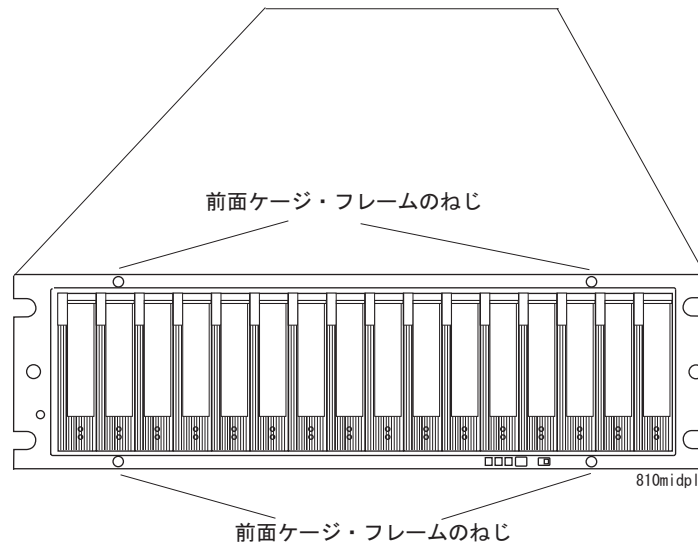

図 88. 前面ケージ・フレームねじ位置
9. #1 プラスねじ回しを使用して、183 ページの図 88 に示すように、ミッドプレーンの前面ケーシング・フレームのねじ 4 個を緩めます。
16. 前面ケージ・フレームの 4 個のねじを締めます。183 ページの図 88を参照してください。